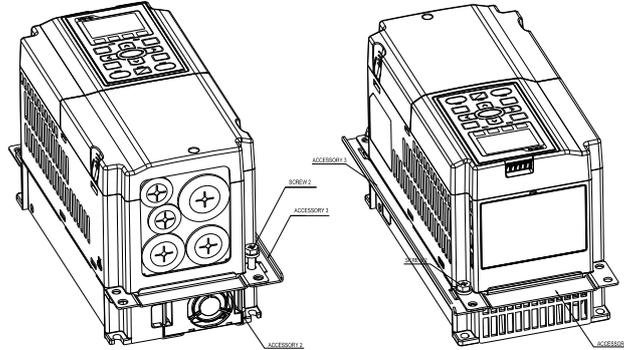

图 2
2. 将螺丝 2*2 (M6) 与 Accessory 2 & 3 锁住 (如图 2 所示)。螺丝扭力值: 25~30 kg-cm / [21.7~26 lb-in.] / [2.5~2.9 Nm]